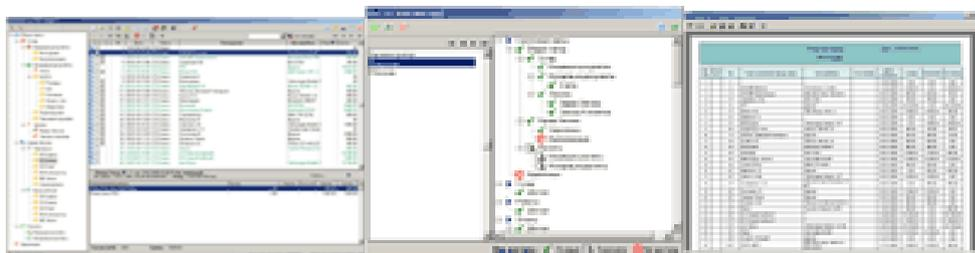

Рисунок 5.19 Формы документов
- Формирование документов с возможностью последующей правки за любую дату (как выпущенных, так и черновиков), см. рис. 5.19